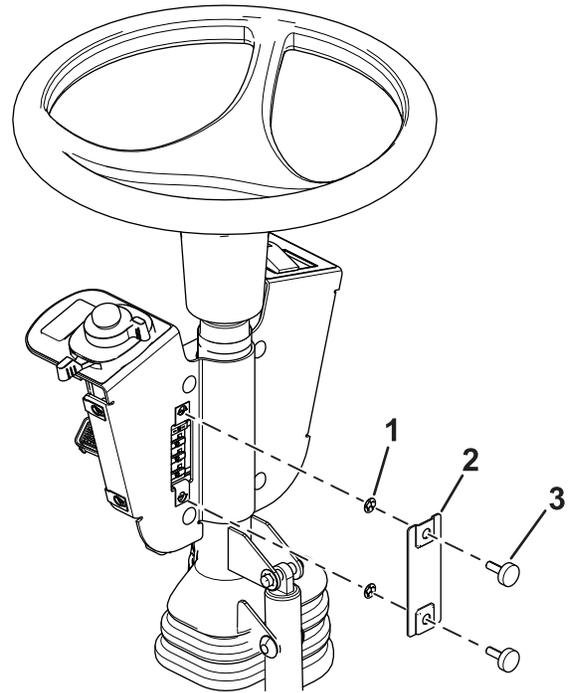

Figura 9
11. Instale la tapa del fusible en el soporte de los interruptores usando 2 tornillos moleteados y 2 tuercas rápidas (Figura 9).
Nota: Asegúrese de que las tuercas rápidas se instalan en el interior de la tapa del fusible (Figura 9).